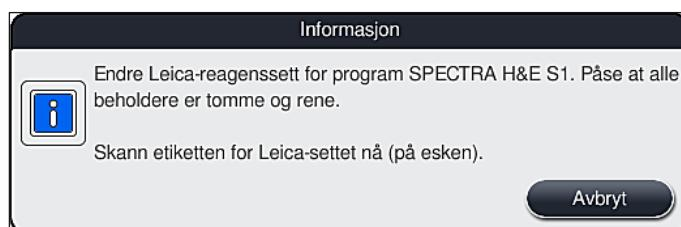

Fig. 56
1. Når du ser informasjonsmeldingen (→ "Fig. 56") på skjermen, holder du pakkeetiketten foran RFID-sensoren på fremsiden av instrumentet (→ "Fig. 57-1") for å skanne etiketten.
- Skanningen av Leica-reagenssettet kan bare avbrytes med **Avbryt**-knappen i informasjonsmeldingen som vises i (→ "Fig. 56"), før skanningen av pakkeetiketten begynner, uten at Leica-reagenssettet utløper.